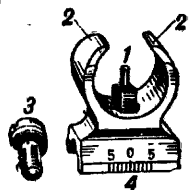

Рис. 14. Мушка с предохранителем:
**Мушка** (рис. 14) ввинчивается в предохранитель мушки. Верхняя часть мушки — цилиндрическая, средняя — квадратного сечения (для ключа).
**Предохранитель мушки** (рис. 14) предохраняет мушку от случайных ударов, способствует равномерному её освещению и служит для бокового перемещения мушки посредством винта основания мушки. Предохранитель мушки имеет: пазы для соединения с основанием мушки; перемычку для соединения с винтом основания мушки; щеки, предохраняющие мушку; нарезное отверстие для мушки. На передней плоскости предохранителя нанесена шкала с делениями в миллиметрах. Эти деления предназначены для определения величины передвижения предохранителя мушки при приведении пулемёта к нормальному бою.